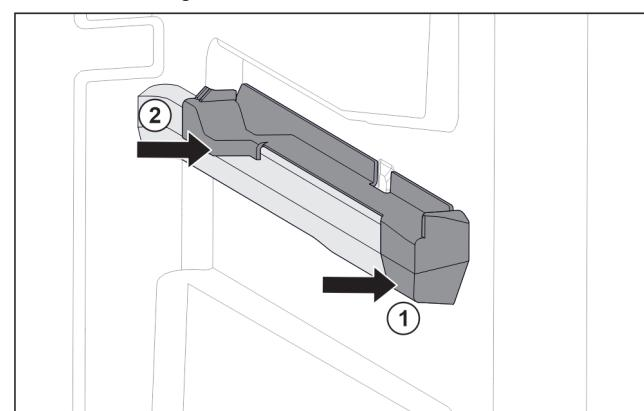

Fig. 42 Natični nastavek na desnemu nastavku za posodo
- Natični nastavek spredaj namestite na nastavek za posodo. Fig. 42 (1)
- Pritisnite natični nastavek zadaj. Fig. 42 (2)